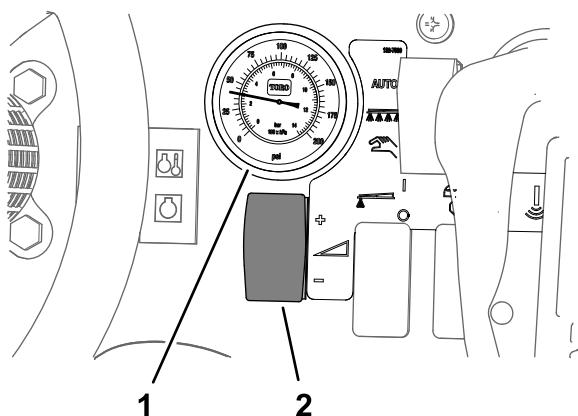

Figura 49
2. Utilice el interruptor de caudal de aplicación para ajustar la presión del sistema de fumigación a 2,76 bar aproximadamente; consulte la Figura 49.